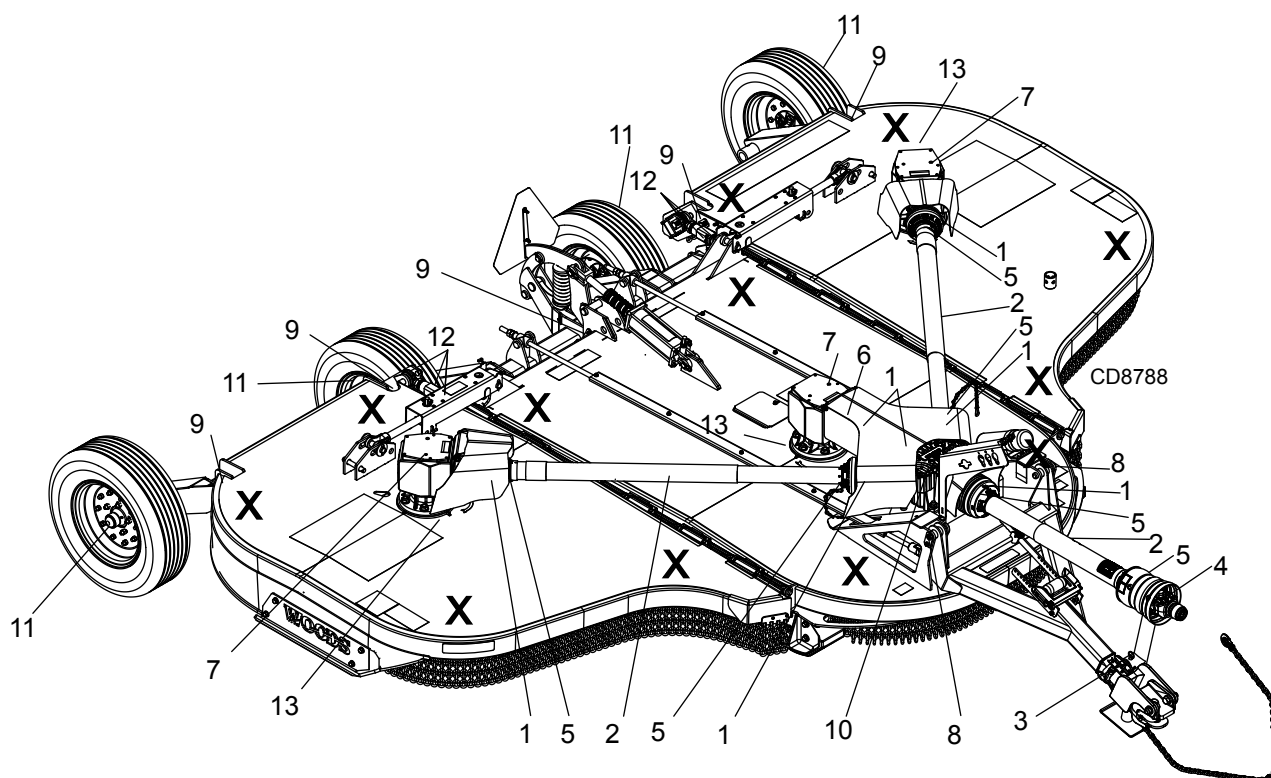

Figura 5. Instalação do Suporte e Pontos de Lubrificação
1. Os suportes com uma classificação de carga de 450 kg ou mais são os únicos dispositivos de bloqueio aprovados para esta máquina. Instale os suportes (mostrados pelo X na figura 5) sob a roçadeira antes de trabalhar sob a mesma.
2. Levante a roçadeira e bloqueie-a de forma segura (veja figura 5)
3. Alinhe a barra transversal (8) com o orifício de acesso da lâmina na estrutura do cortador. Remova o parafuso (16), o grampo de bloqueio do pino da lâmina (15), trava (14), espaçador (13) e os calços (11 e 12). Mova com cuidado o pino da lâmina (10) da barra transversal.